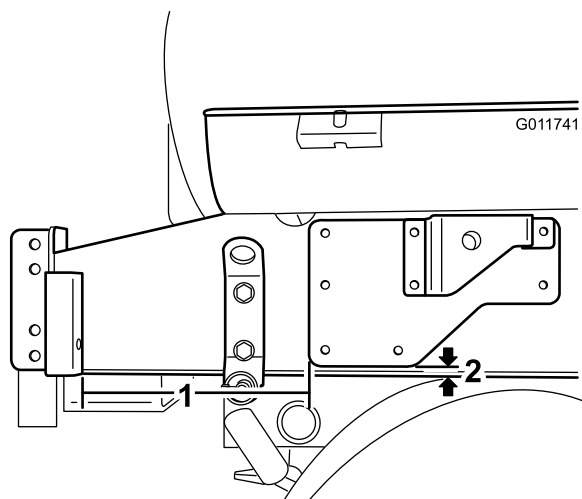

図 2
3. 右側ブラケットを、図 2 に示すようにタンク台の右側に当てる。ブラケットについている 8 個の穴の位置にポンチを打つ。